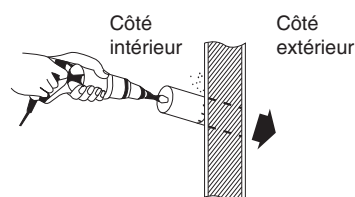

Fig. 3-4
(4) Avec une scie sauteuse, une scie à guichet ou un accessoire de carottage monté sur perceuse, découper un trou dans le mur. (Fig. 3-4)